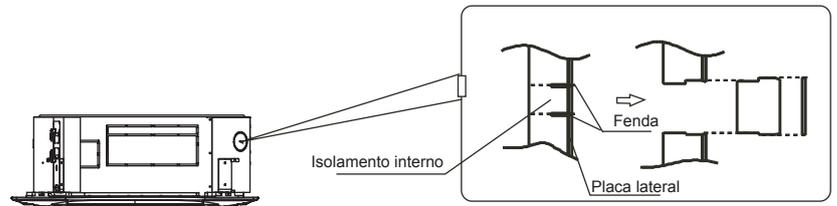

Fig. 5-4
- Cortar o isolamento interior da secção do orifício com um cortador. (Consultar fig.5-4)